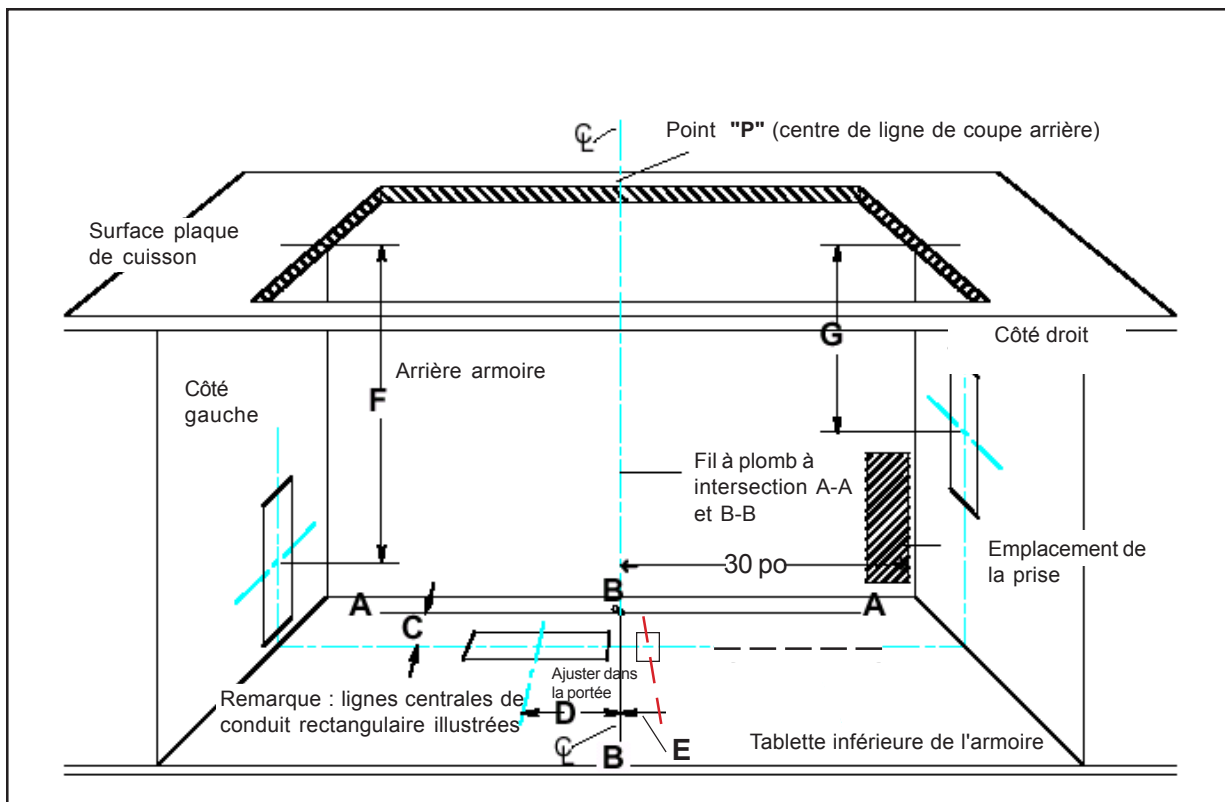

Figure 9 : découpe d'armoire pour conduits
- Voir figure 9. Tirer une ligne du point P au centre arrière de la découpe du plan de travail. Marquer ce point au bas de l'armoire en dessous. Établir deux lignes de références par ce point ; un doit être parallèle au devant de l'armoire et directement sous la découpe du plan de travail arrière et l'autre (ligne B-B) doit être à angle droit A-A.
La prise doit être située sous le plan de travail afin que le cordon d'alimentation de 30 po depuis l'évent puisse l'atteindre. Voir figure 9. Le cordon doit être acheminé sous l'appareil et loin de la chaleur générée par la plaque de cuisson. L'accès ne doit pas être obstrué par la soufflerie, armoire, conduit ou services électrique/gaz pour la plaque de cuisson. Toute l'alimentation pour le système d'évent incluant la soufflerie à distance, si utilisée, est fournie par le cordon à l'appareil d'entrée. La sortie peut habituellement être allongée depuis une autre prise de la cuisine ou avoir sa propre prise depuis le panneau de service principal.